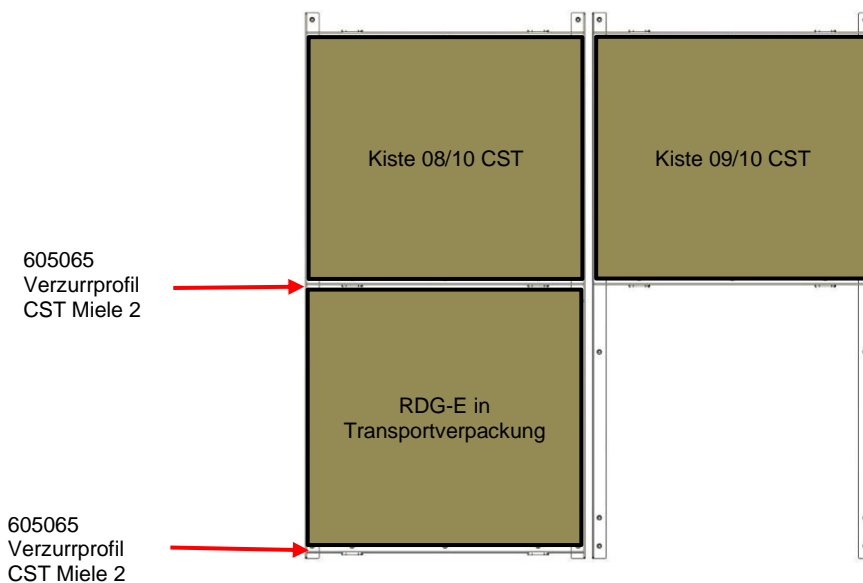

Abb. 5: RDG-E in Transportverpackung – Montage Verzurrprofile CST Miele 2
- ◆ Montieren Sie ein Verzurrprofil CST Miele 2 (Art.-Nr. 605065, siehe Abb. 5:).
- ◆ Transportieren Sie mit dem Hubwagen oder mit dem Hydraulikstapler das RDG-E in Transportverpackung zwischen die beiden Verzurrprofile CST Miele links und Miele rechts (siehe Abb. 5:).